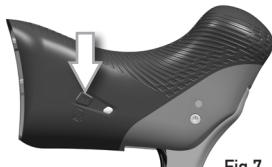

Fig.7
2) Tenete premuti contemporaneamente i tasti MODE dei comandi Ergopower (Fig.7) per 5 secondi, fino a che i led si accendono di colore ROSA.